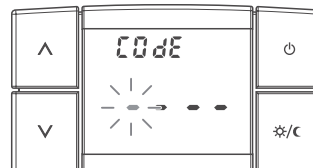

Abb. 22
**Oder:** Wenn Sie zuvor ein Passwort eingegeben haben, erscheint das Display wie in Abbildung 22 dargestellt.